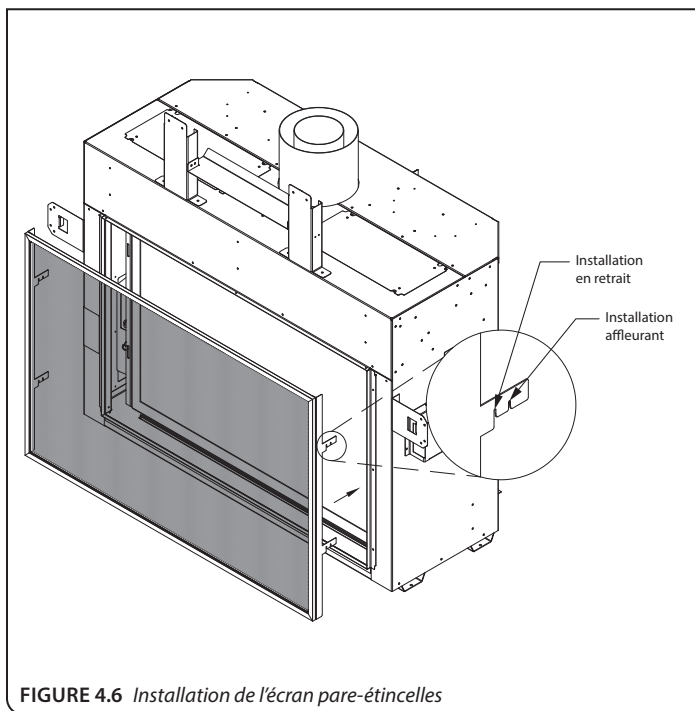

FIGURE 4.6 Installation de l'écran pare-étincelles
1. Repérez les (4) fentes aux deux côtés du cadre vitré (2 fentes de chaque côté).
2. Il y a deux options d'installation, selon la position des languettes à encoches. Voir la **FIGURE 4.6** ci-dessous pour une installation affleurant ou en retrait.